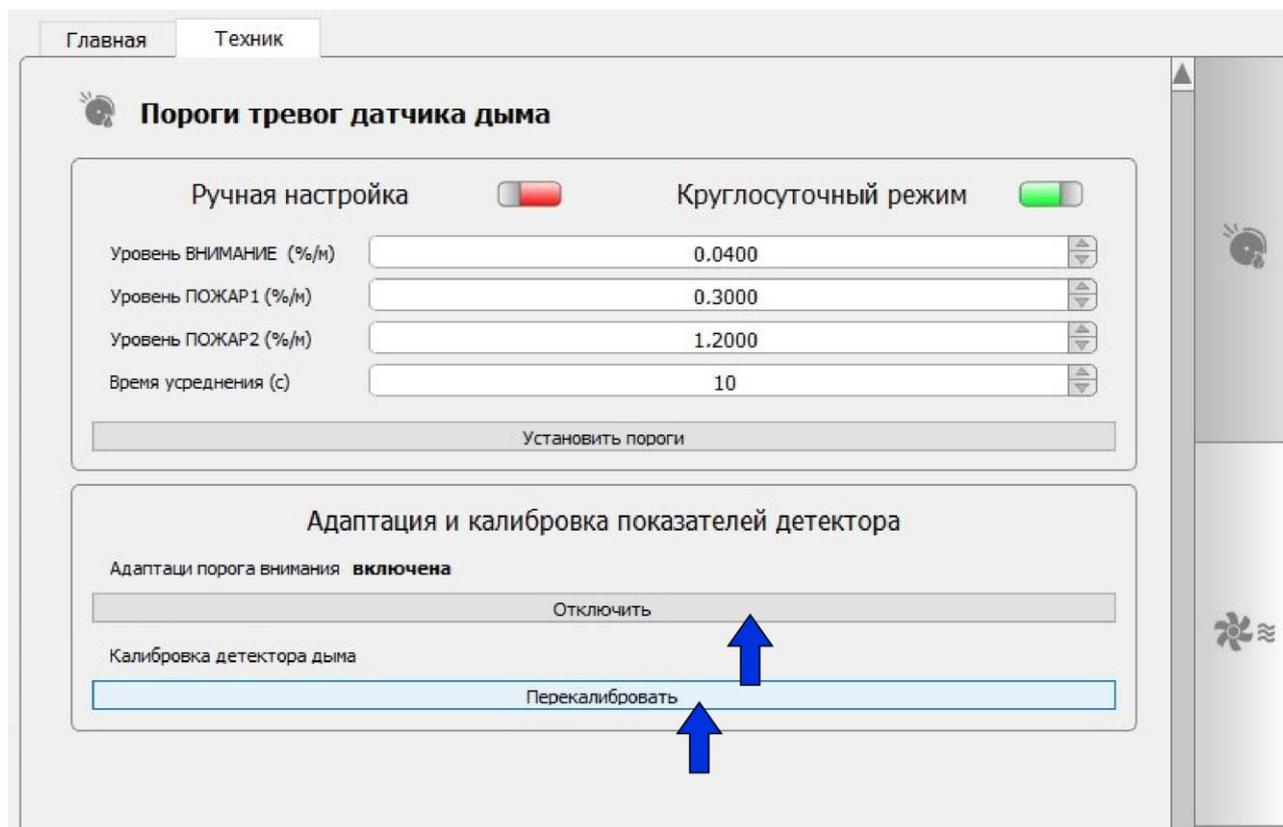
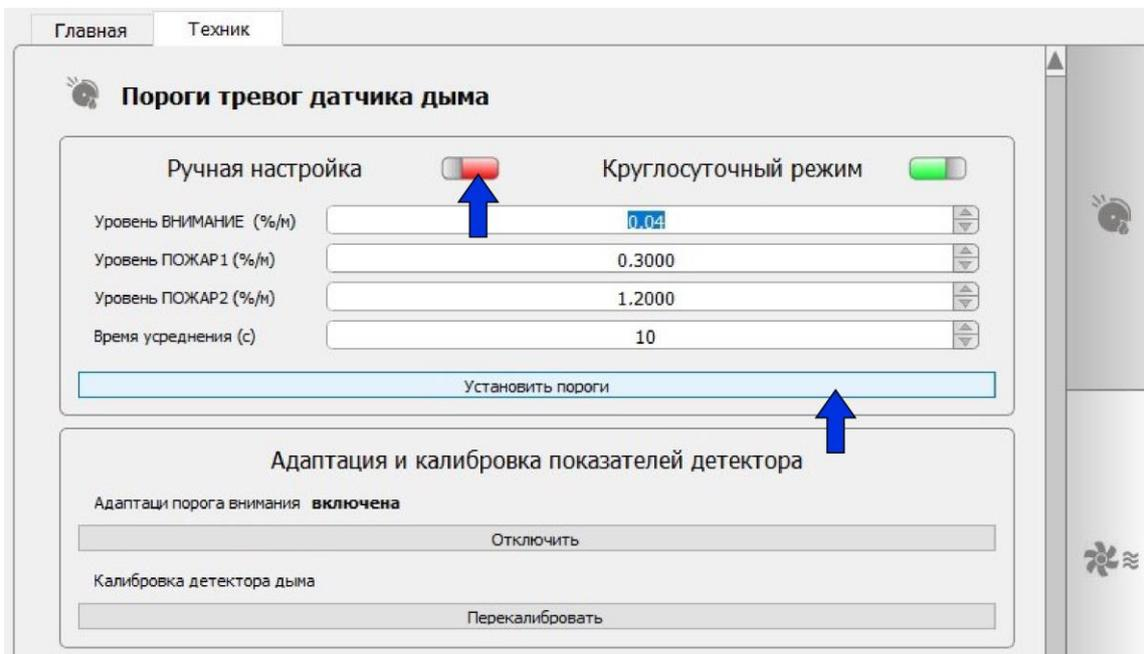
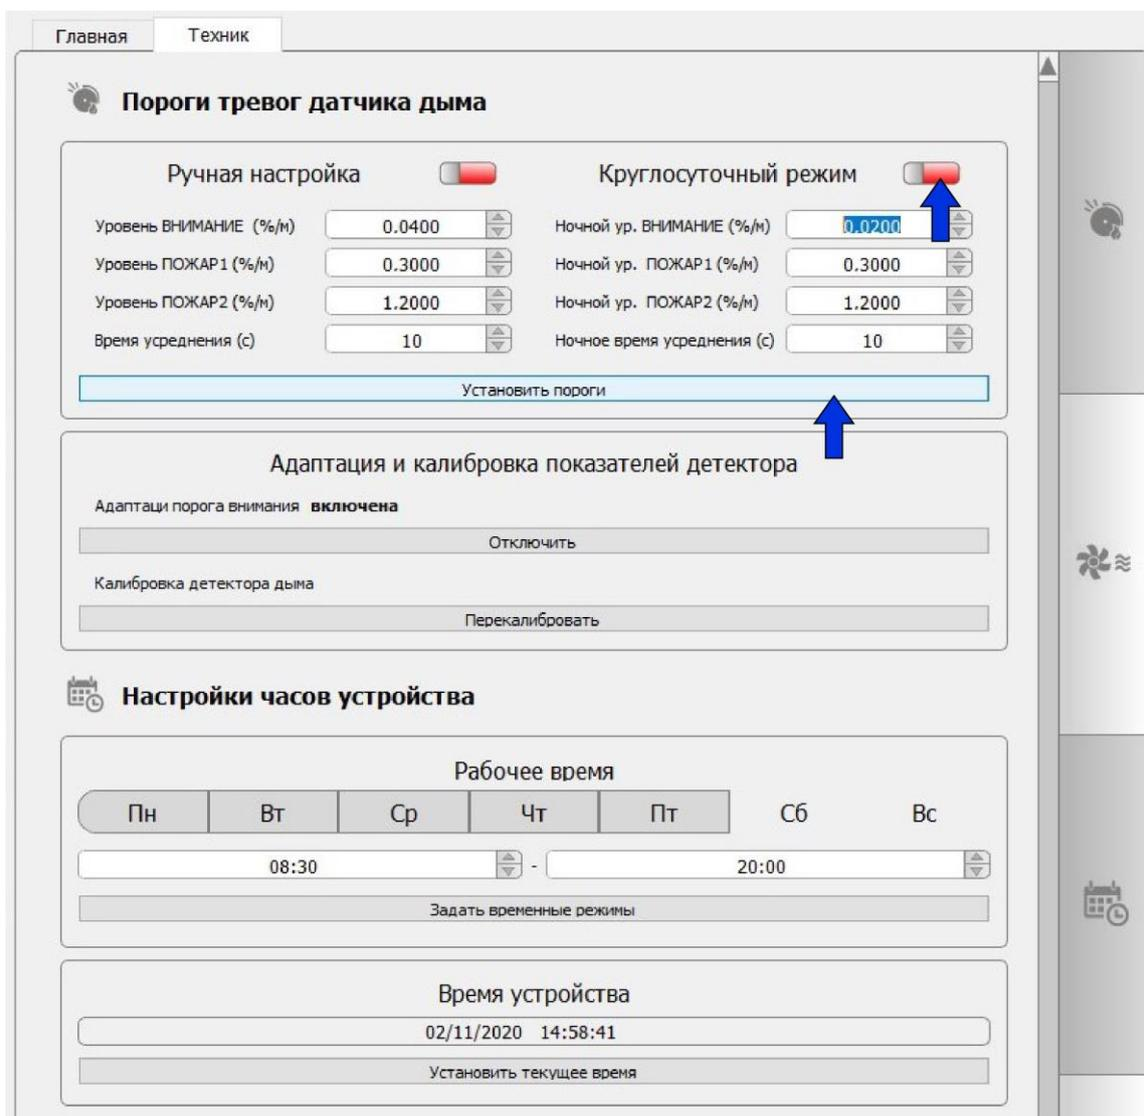

Рисунок 17 – Включение калибровки датчика дыма и выключение адаптивного порога «Внимание»
Рисунок 18 – Ручное программирование порогов тревог в круглосуточном режиме
Рисунок 19 – Ручное программирование порогов тревог в режиме «день/ночь»
5.10 Перед началом конфигурирования извещателя по уровням тревог проведите калибровку датчика дыма (рис. 17). Если в защищаемой зоне предполагается возможность медленного развития пожароопасной обстановки, порядка суток и более, выключите
адаптивный порог «Внимание» (рис. 17). Установите заданные пороги сигналов «Внимание», «Пожар 1» и «Пожар 2» в круглосуточном режиме (рис. 18), либо отключите круглосуточный режим (рис. 19) и установите дополнительно пороги тревог нерабочего времени.